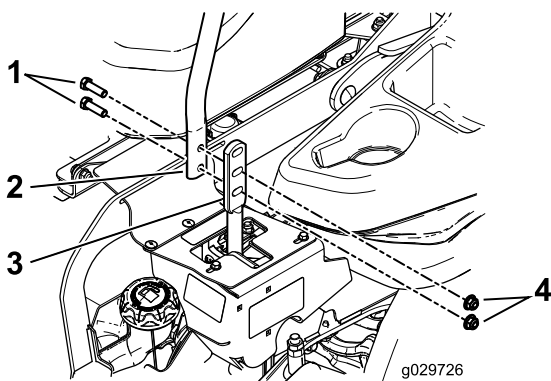

Figure 87
3. Desserrez les boulons et les écrous à embase situés dans les leviers (Figure 87).
4. Réglez l'alignement avant/arrière des leviers en les plaçant tous deux à la position **POINT MORT**, puis faites-les coulisser jusqu'à ce qu'ils soient alignés, et resserrez les boulons (Figure 87).